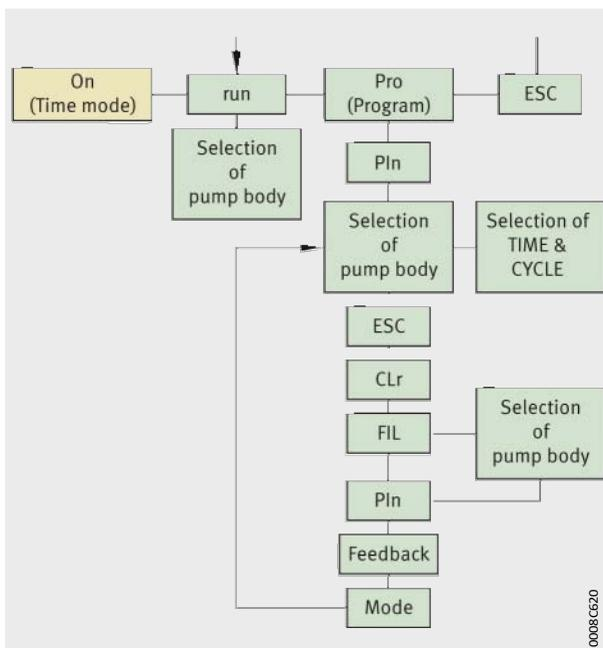

Figura 16
- controllo del tempo (modalità tempo) tramite il microcontrollore integrato (impostazione predefinita), *Figura 16*